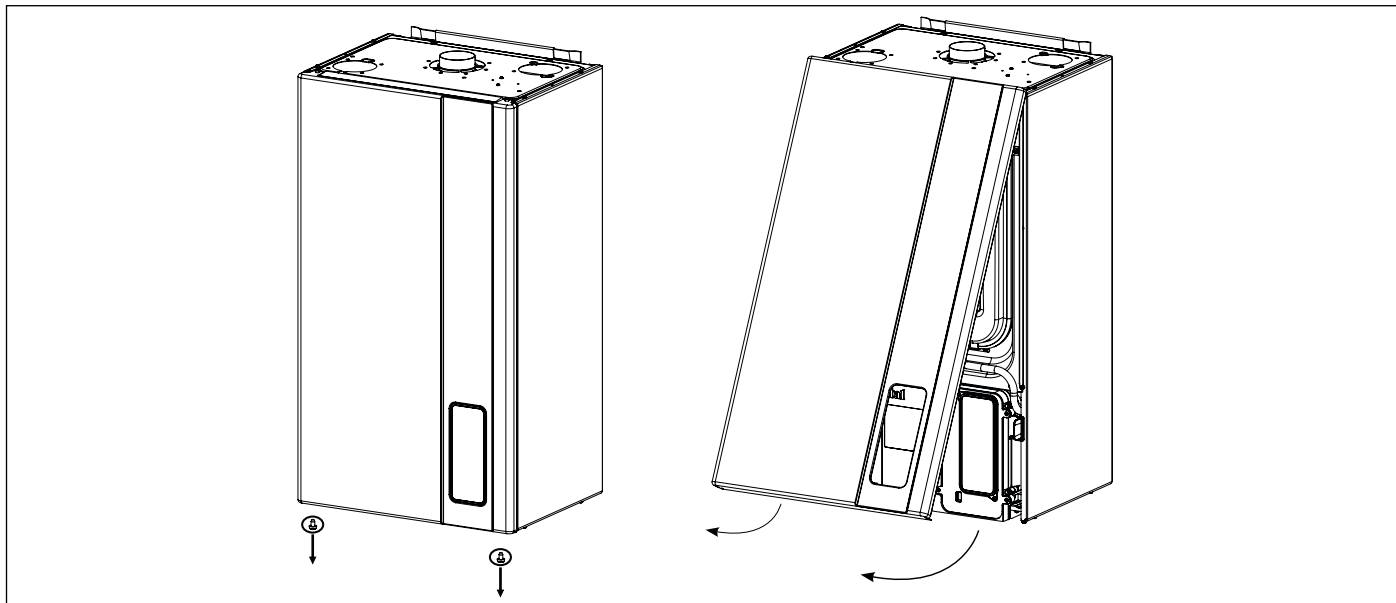

Рис. 35 Зняття передньої панелі
- Зняти передню панель котла (дивись Рис. 35 Зняття передньої панелі).